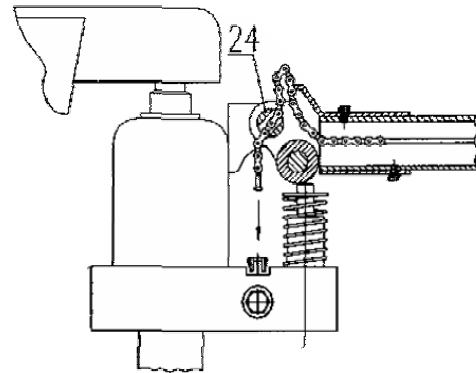

Figura 6
3.3.3. Trageti in jos manerul (nr. 23) si tineti-l in pozitie orizontala, ca in figura 6. Luati lantul (nr. 22) si treceti-l prin canalul de pe mijlocul axului manerului (nr. 24).